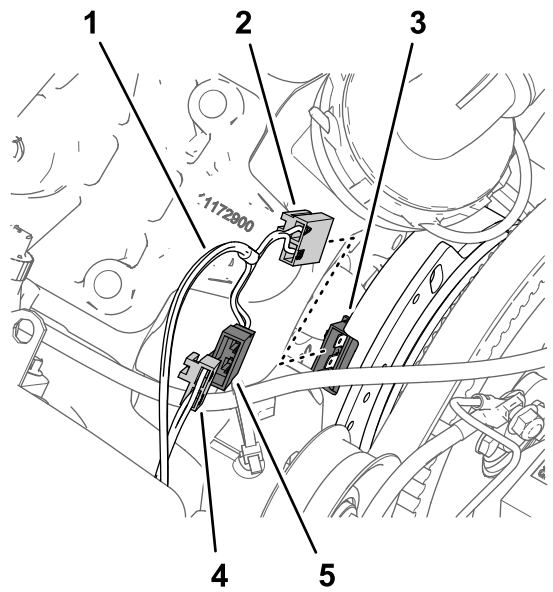

图 166
3. 将标有泵离合器的套件线束 2 插槽接头接入交流发电机的 2 针接头图 166。
2. 将标有泵离合器的 84cm 套件线束支管 2 针接头接入标有喷洒泵线圈的机器线束 2 插槽接头图 166。